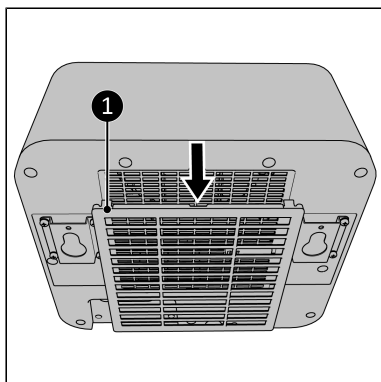
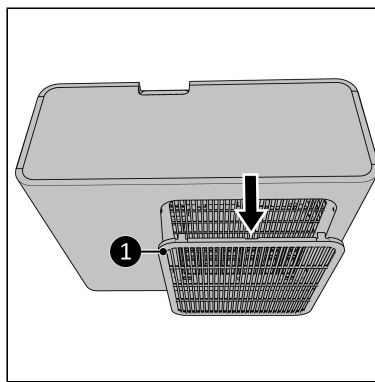

Figure 83.
Figure 84.
2. Retirez la grille (Figure 83, pos. 1 pour l'unité intérieure et Figure 84, pos. 1 pour l'unité extérieure) et retirez le filtre.